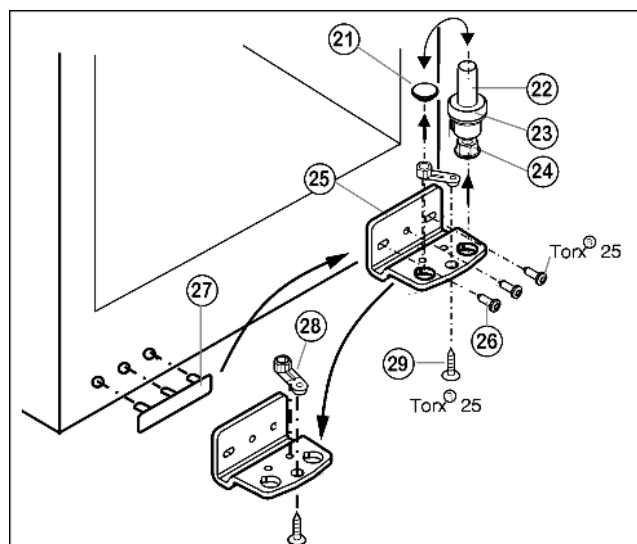

Fig. 6
- ▶ Trekk lagerbolten Fig. 6 (22) komplett, med skive Fig. 6 (23) og justeringsfot Fig. 6 (24), oppover og av.
- ▶ Løft av proppene Fig. 6 (21).
- ▶ Skru lagerbukken Fig. 6 (25) av Fig. 6 (26).
- ▶ Skru lageret Fig. 6 (28) av Fig. 6 (29), flytt det over til festehullet til lagerbukken på motsatt side, og skru det fast igjen.
- ▶ Løft forsiktig av dekselet på håndtakssiden Fig. 6 (27) og flytt det over til den andre siden.
- ▶ Skru lagerbukken Fig. 6 (25) fast igjen på den nye hengselsiden, eventuelt ved hjelp av en batteridrevet skrumaskin (med 4 Nm).
- ▶ Sett proppen Fig. 6 (21) inn igjen i det andre hullet.
- ▶ Sett lagerbolten Fig. 6 (22) komplett, med skive og justeringsfot, på igjen. Pass samtidig på at låsebolten peker bakover.
- ▶ Løft proppen (33) ut av lagerhylsen i døren og flytt den over til den andre siden.
- ▶ Demonter dørhåndtaket (32), proppene (33) og trykkplatene (34) og sett de over på motsatt side.
- ▶ Sett døren ovenfra ned på den nedre lagerbolten Fig. 6 (22).
- ▶ Sett den øvre lagerbukken (12) inn i døren på den nye hengselsiden.
- ▶ Skru fast øvre lagerbukk (12) (med 4 Nm) (2 ganger Torx® 25) (13). Lag ev. skruehull eller bruk batteridrevet skrumaskin.
- ▶ Klikk både dekselet (10) og dekselet (11) på på motsatt side.
- ▶ Juster ev. døren over de to langhullene i nedre lagerbukk Fig. 6 (25) i flukt med enhetens kabinett. Skru ut den midterste skruen.